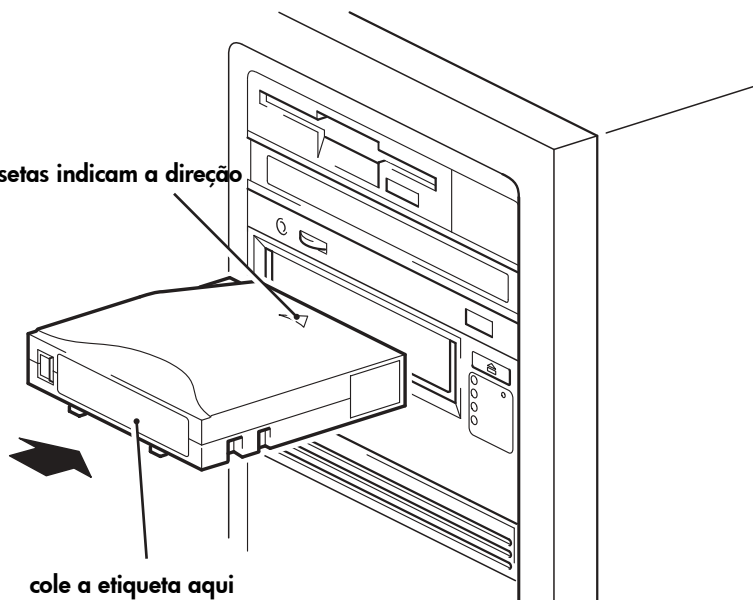

Figura 9a: carregar um cartucho
- 1 Insira o cartucho no slot, na parte frontal da unidade, com a seta branca voltada para cima e na direção da porta da unidade. Pressione suavemente até a unidade segurar o cartucho e carregá-lo. (Consulte a Figura 9a.)